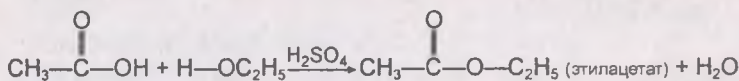

Рис. 135
- 2) спирты взаимодействуют с органическими кислотами (реакция этерификации), что приводит к образованию сложных эфиров (рис. 135).